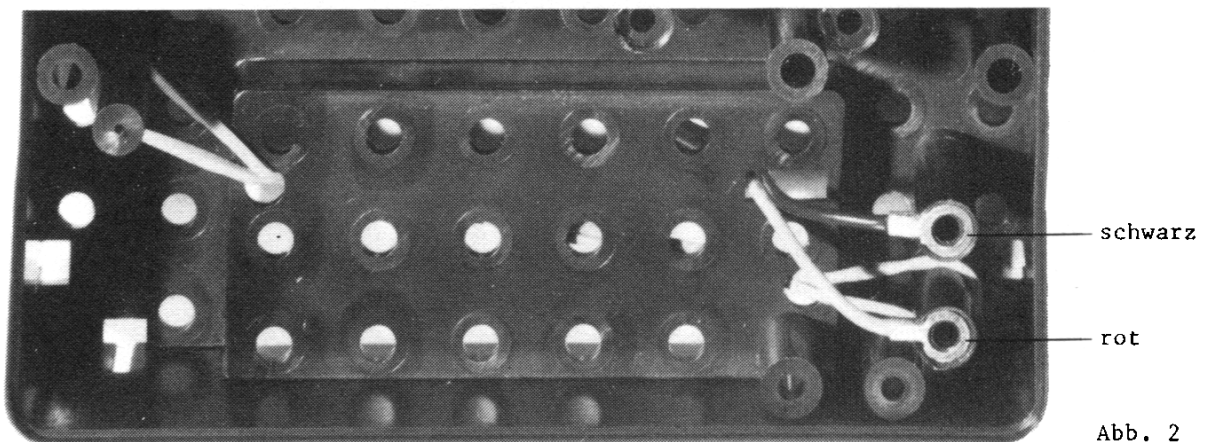

Abb. 2
2. Zum Festklemmen der Batterie wird das Gummiband im Batteriefach von unten durch die äußeren Löcher gesteckt und über die nebenliegenden Schraubröhrchen gehakt (Abb. 2).
3. Kabelschuhe von unten durch das große Loch im Batteriefach stecken und innen so auf die benachbarten Schraubröhrchen drücken, daß die Kabelzuführungen in die Schlitzze passen (Abb. 2). Es ist unbedingt darauf zu achten, daß der rote Anschlußdraht zu dem Schraubröhrchen führt, das näher zur Gehäuseecke liegt.